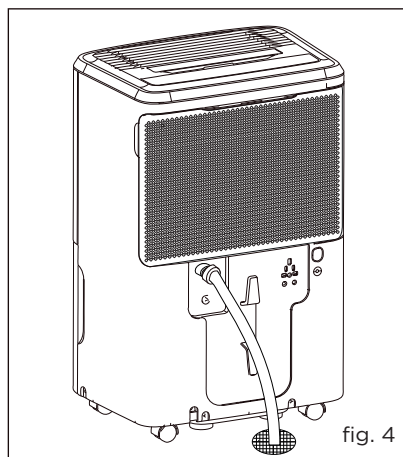

fig. 4
- g. Placez l'extrémité du tuyau dans le drain. (fig. 4)